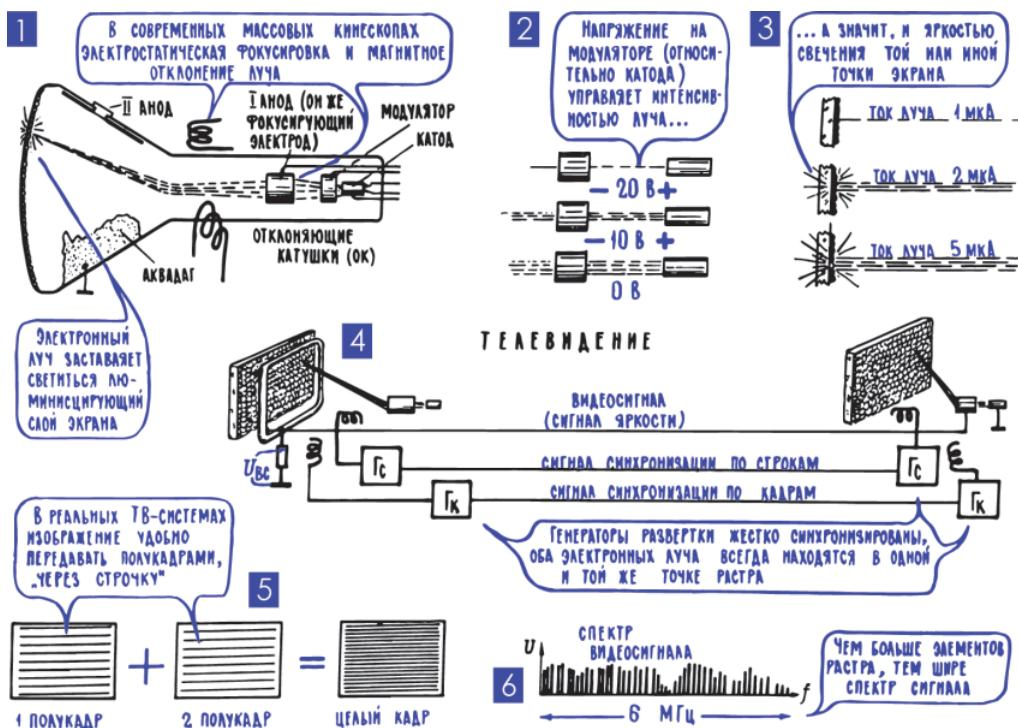

Рис. 13.8. Приемная телевизионная трубка – кинескоп
Для создания световой копии картинки используются особые вещества – люминофоры, которые светятся под действием электронной бомбардировки. Яркость такого свечения тем больше, чем выше энергия электронов и чем больше их попадает в люминофор за единицу времени. То есть если направить на люминофорную точку электронный луч, то можно менять ее яркость, изменяя ток луча (рис. 13.8; 2, 3). Ну, а дальше уже, как говорят шахматисты, дело техники. Создается электронно-лучевая трубка с люминофорным экраном – кинескоп (рис. 13.8; 1). На этот экран направляют острый электронный луч и заставляют его прочекивать строку за строкой, двигаясь синхронно и синфазно с лучом иконоскопа. Одновременно меняют ток луча в кинескопе в соответствии с информацией, поступившей от иконоскопа (рис. 13.8; 4). В тот момент, когда луч иконоскопа считывает информацию с сильно освещенного участка фотокатода и по нагрузке  $R_n$  идет сравнительно большой ток, растет напряжение  $U_{bc'}$ , которое «плюсом» подается на модулятор кинескопа (рис. 13.8; 4) и уменьшает действующий там «минус» смещения (часто видеосигнал  $U_{bc}$  подается на катод кинескопа, что также меняет напряжение между модулятором и катодом). При этом увеличивается ток луча в кинескопе, и на его экране появляется яркая точка. А поскольку оба луча – в иконоскопе и в кинескопе – всегда находятся в одних и тех же точках раstra, то картинка на люминофорном экране кинескопа оказывается точной копией картинки на фотокатоде иконоскопа.
В устройстве кинескопа (рис. 13.8; 1) узнается много знакомых деталей. Катод, управляющий электрод (именно на него подается сигнал, который меняет ток луча, меняет яркость свечения точек экрана), ускоряющий электрод (первый анод), фокусирующий электрод, катушки вертикального и горизонтального отклонения луча (на них подаются отклоняющие пилообразные напряжения строчной и кадровой развертки). Роль второго, главного анода в кинескопе выполняет аквадаг4 – токопроводящее покрытие, нанесенное изнутри на стекло трубы, на второй анод подается очень высокое напряжение 15, иногда и 20 тысяч вольт. Эти цифры не требуют
Первичные электроны, то есть быстрые электроны самого луча, на второй анод не попадают – они ударяют в люминофорный экран, заставляют его светиться и при этом выбивают из экрана медленные вторичные электроны. Вот их-то и собирает второй анод (рис. 13.8; 1) и отправляет обратно к источнику высокого напряжения. Этот процесс имеет принципиальное значение; если бы не выбрасывание вторичных электронов, то на люминофорном экране накапливались бы электроны самого луча и через некоторое время у экрана был бы гигантский отрицательный заряд. Таким образом, в кинескопе так же, как и в иконоскопе, замкнутая электрическая цепь создается с участием вторичных электронов.
телевидении, для того чтобы уменьшить мелькания картинки, передаются не целые кадры, а полукадры, и сменяют они друг друга в два раза чаще. Сначала, например, передаются все четные строки (первый полукадр), потом все нечетные (второй полукадр), потом опять все четные (первый полукадр) и т. д.6 При этом число полных кадров остается таким же, как в кино (то есть 25 кадров в секунду), а картинка меняется в два раза чаще (50 раз в секунду), что как раз и уменьшает мелькания экрана (рис. 13.8; 5). Что же касается отделения четных строк от нечетных, поочередной передачи полукадров и точного размещения строк на экране, то подобные задачи в электронных схемах решаются не очень-то сложными методами.
В принципе, можно было бы передавать изображение с более высокой четкостью, чем это предусмотрено мировыми стандартами, телевизионная техника позволяет прорисовывать кадр тысячами и даже десятками тысяч строк. Однако повышение четкости, увеличение числа строк не достается даром, оно сопровождается расширением спектра телевизионного сигнала (рис. 13.8; 6).
**17. Телевизионные передачи могут вестись только на ультракоротких волнах.** В нашей системе передачи изображения передающая трубка и приемная пока связаны проводами (рис. 13.8; 4). По этим проводам идет то, что мы называем видеосигналом, – меняющийся ток (напряжение) с очень широким спектром, от постоянной составляющей до примерно 6 МГц. Такую систему можно сравнить с передачей электрической копии звука по телефонным проводам (гл. 8; 5). А чтобы передавать телевидение без проводов, нужен еще канал радиосвязи – передатчик с антенной, излучающей радиоволны, и приемник, улавливающий эти радиоволны и вновь превращающий их в электрический сигнал (гл. 13; 5).